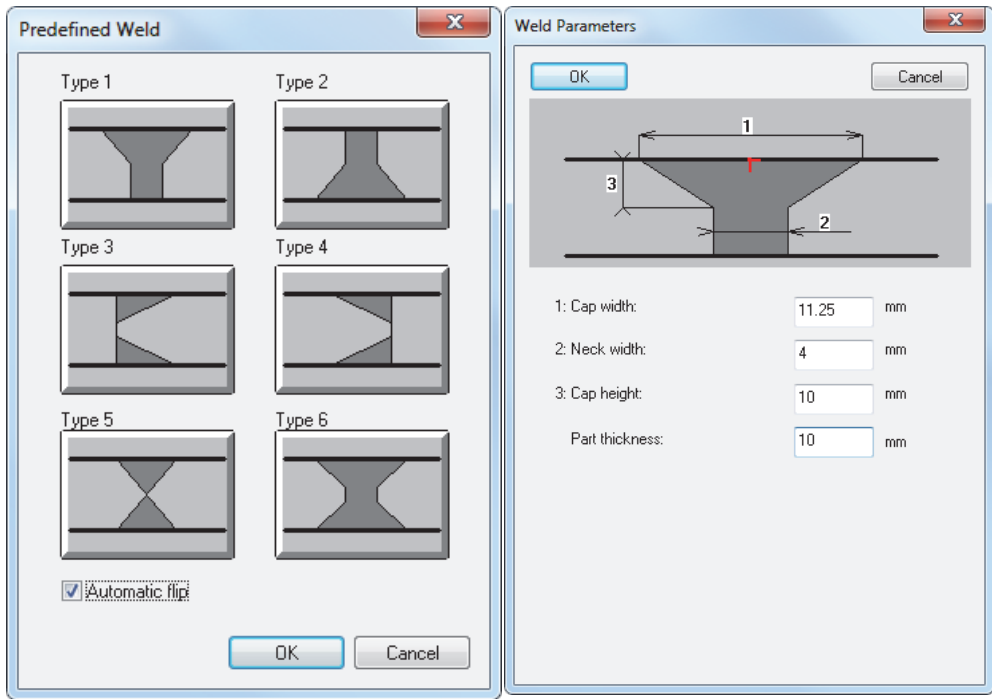

図 4-27 [Predefined Weld] および [Weld Parameters] (Type 1 用) ダイアログボックス
- a) [Predefined Weld] ダイアログボックスで、適切な溶接タイプをクリックして [Weld Parameters] ダイアログボックスを開きます（129 ページの図 4-27）。